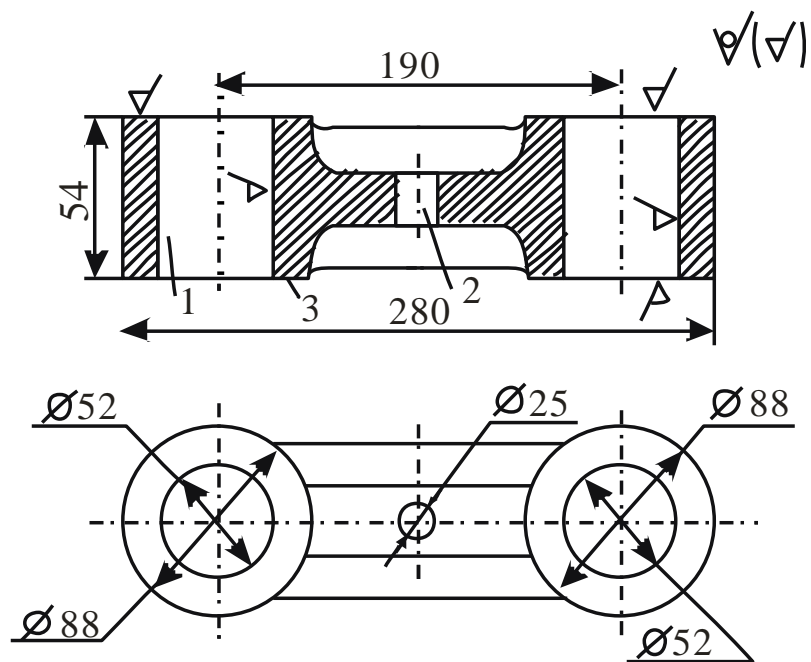

Рисунок 5
2. По ескізу деталі (рис. 5) розробіть ескізи елементів ливарної форми, моделі стрижньового ящика, зібраної ливарної форми (в розрізі). Опишіть послідовність виготовлення форми методом ручного формування. Матеріал деталі - чавун СЧ20.